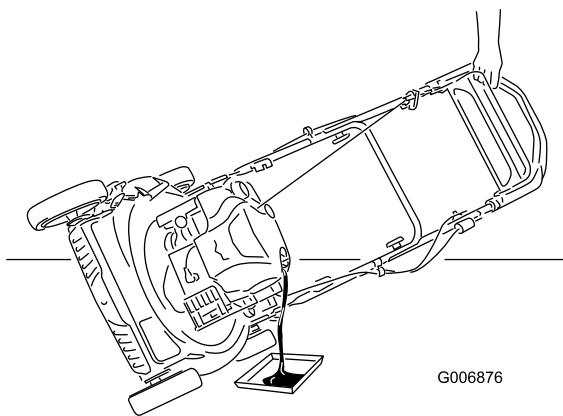

Bild 27
- Kippen Sie den Rasenmäher seitlich (Luftfilter nach oben), um das Altöl über den Öleinfüllstutzen abzulassen (Bild 27).